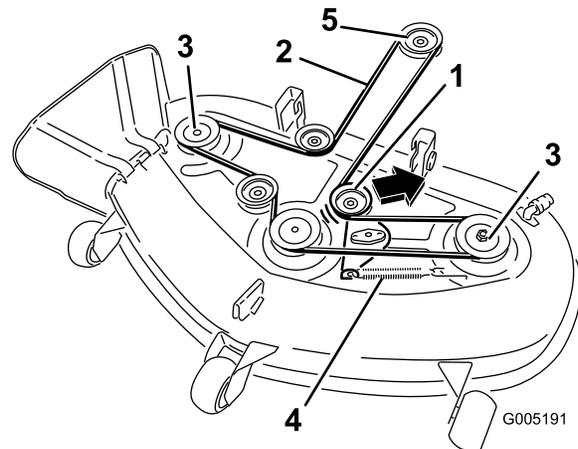

Figura 45
5. Tire de la polea tensora en el sentido que muestra la Figura 45 y retire la correa de las poleas.
6. Pase la correa nueva alrededor de las poleas del motor y del cortacésped (Figura 45).
7. Tire de la polea tensora en el sentido que muestra la Figura 45 y pase la correa por la polea tensora (Figura 45).